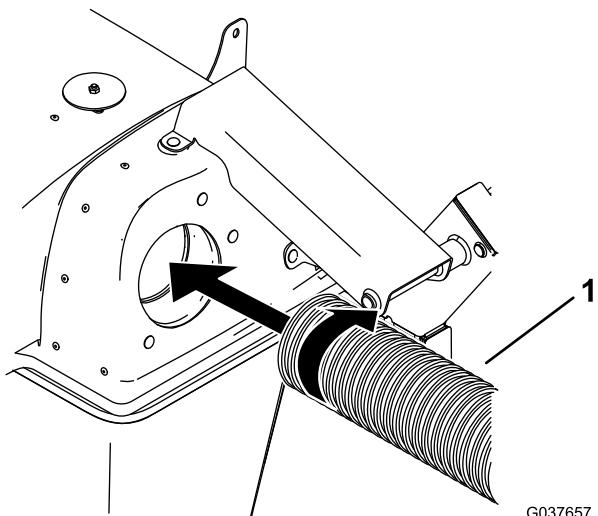

Figura 21
1. Avvitate un'estremità del flessibile nel cofano per 2 o 3 giri (Figura 21).